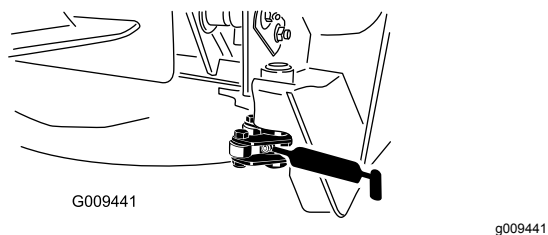

Figure 62
- 2 pivots de verrouillage (Figure 62)